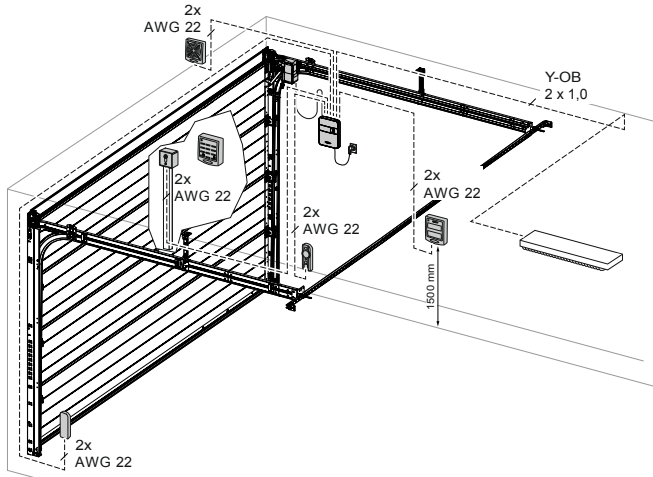

Fig. 5: Installazione esemplificativa accessori
Posizionare la staffa del portone (5) sui fori predisposti della sezione superiore del battente del portone e avvitare con le tre viti (15) fig. 5).